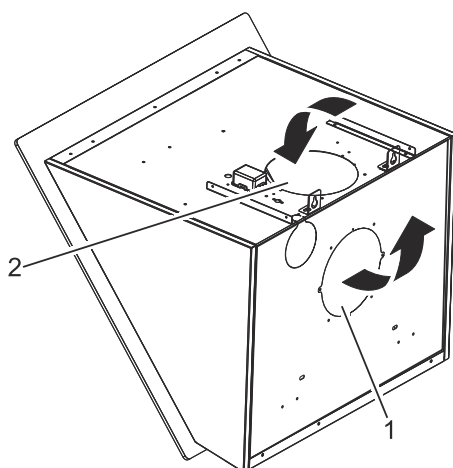

Fig. 16: Vrid motorn
2. ➤ Tryck eller knacka försiktigt på den förskurna bakplattan för att trycka ut den. (Fig. 16/1).
4. ➤ Använd den uttryckta plattan för att tätat hålet upptill med de medföljande 2 skruvarna (Fig. 16/2).